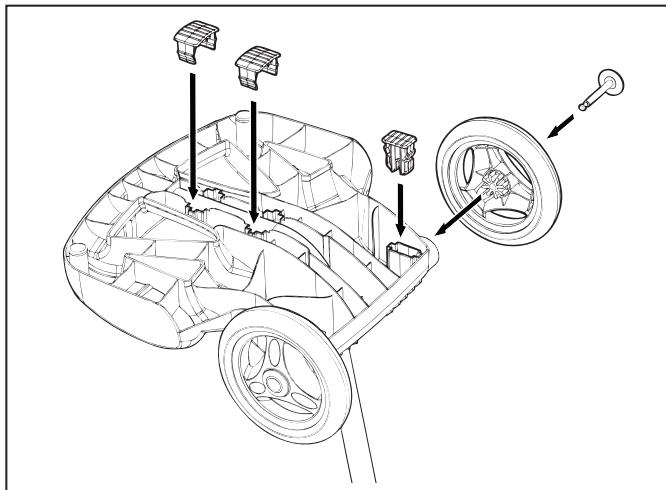

Figura 5. Coloque los bloques de soporte y fije las ruedas
5. Coloque los dos (2) bloques de soporte en su lugar (Figura 5).
6. Deslice el eje y tapacubos por el centro de la rueda y fije a la unidad base. Coloque la traba en su lugar para asegurar la rueda. Repita el mismo procedimiento para colocar las dos ruedas (Figura 5).